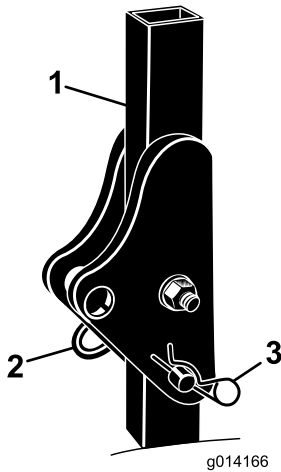

图5
1. 从翻车保护杆上卸下发卡销和柱销 图5。
2. 将翻车保护杆提升至直立位置然后安装 2 个柱销并用发卡销将其固定 图5。